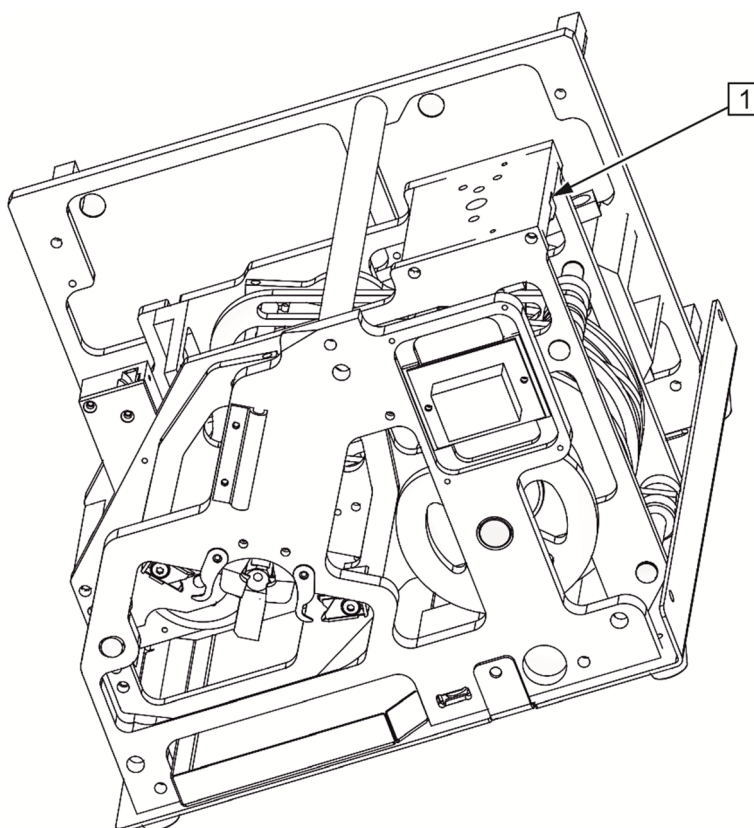

Fig. 16 : lubrification du réglage du niveau de dénudage
- Faire couler de l'huile dans la fente (cf. fig. 16, pos. 1) entre la roue de réglage et le carter.